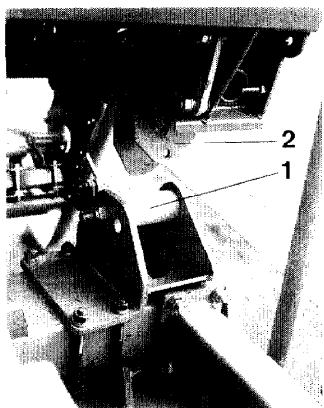
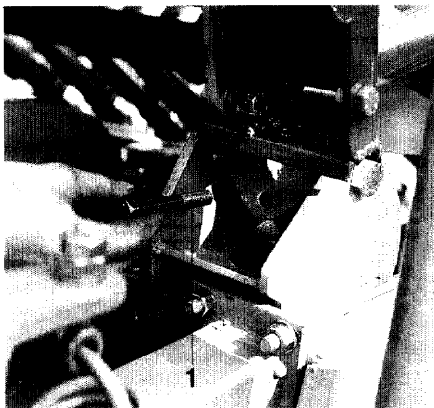

Fig. 13
Fig. 14
- Lageras (fig.13/1) en vangklauw (fig.13/2) naar elkaar toevoeren met twee bouten (fig.14/1) koppelen en met veerstekker borgen.